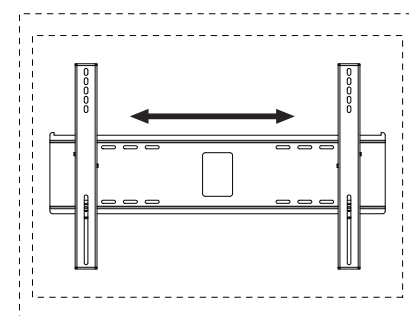

fig 5.2
**Réglage de l'écran :** L'écran peut être réglé horizontalement en desserrant la vis de sécurité de trois tours complets à l'aide d'une clé hexagonale (J) Réglez l'écran comme illustré à la figure 5.2. Serrez les vis de sécurité.